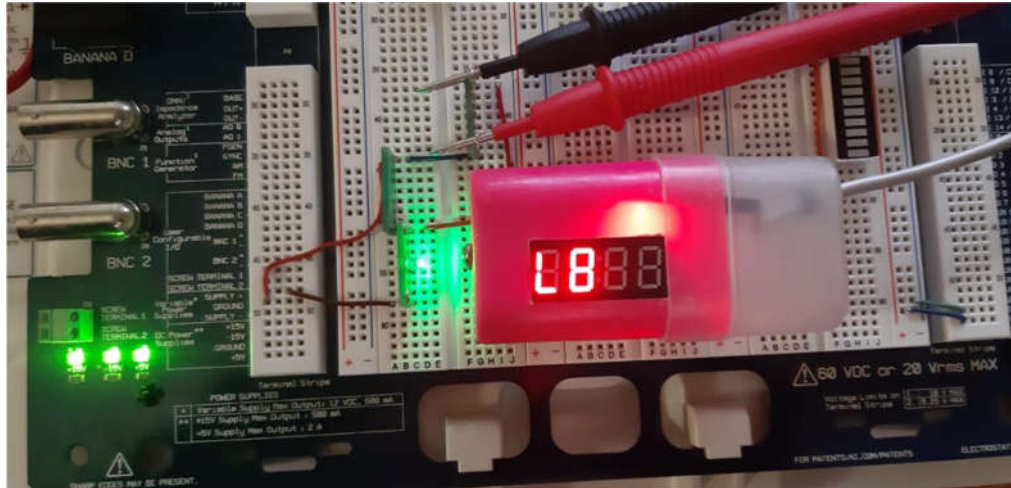

Рисунок 8 – Установка люксметра
2. Установить люксметр в позицию будущей установки фотодиода (на расстоянии 1-1,5 см от светодиода, сохранять расстояние при дальнейших измерениях) (рисунок 8).